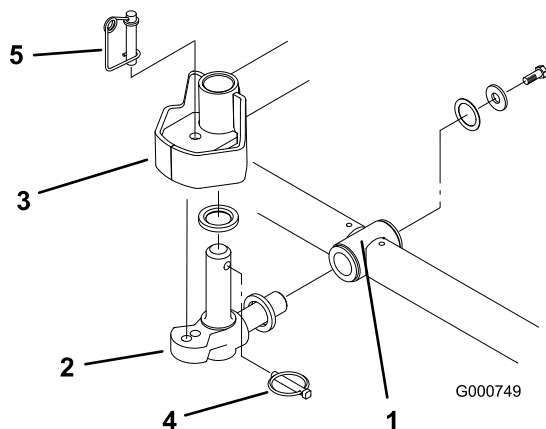

Figura 16
6. Montate una rondella di spinta sull'albero orizzontale dello snodo di articolazione, come riportato nella (Figura 16).
7. Inserite l'albero orizzontale dello snodo di articolazione nel tubo di montaggio del telaio portante (Figura 16).
8. Assicurate lo snodo di articolazione al telaio portante per mezzo di una rondella di spinta, una rondella piana e una vite a testa cilindrica flangiata (Figura 16).
9. Inserite una rondella di spinta sull'albero verticale dello snodo di articolazione (Figura 16).
10. Inserite l'albero verticale dello snodo di articolazione nel mozzo orientabile del braccio di sollevamento, se era stato tolto in precedenza (Figura 16). Inserite lo snodo di articolazione tra i due paraurti di centraggio in gomma, sotto la piastra di sterzo del braccio di sollevamento, finché non è in posizione.
11. Inserite l'acciarino nel foro a croce previsto sull'albero dello snodo di articolazione (Figura 16).
Nota: Se è necessario bloccare un apparato di taglio in posizione fissa, inserite il perno di bloccaggio dello sterzo nel relativo foro sullo snodo di articolazione (Figura 16).
14. Agganciate il braccio della molla attorno all'estremità inferiore del perno di bloccaggio dello sterzo (Figura 16).